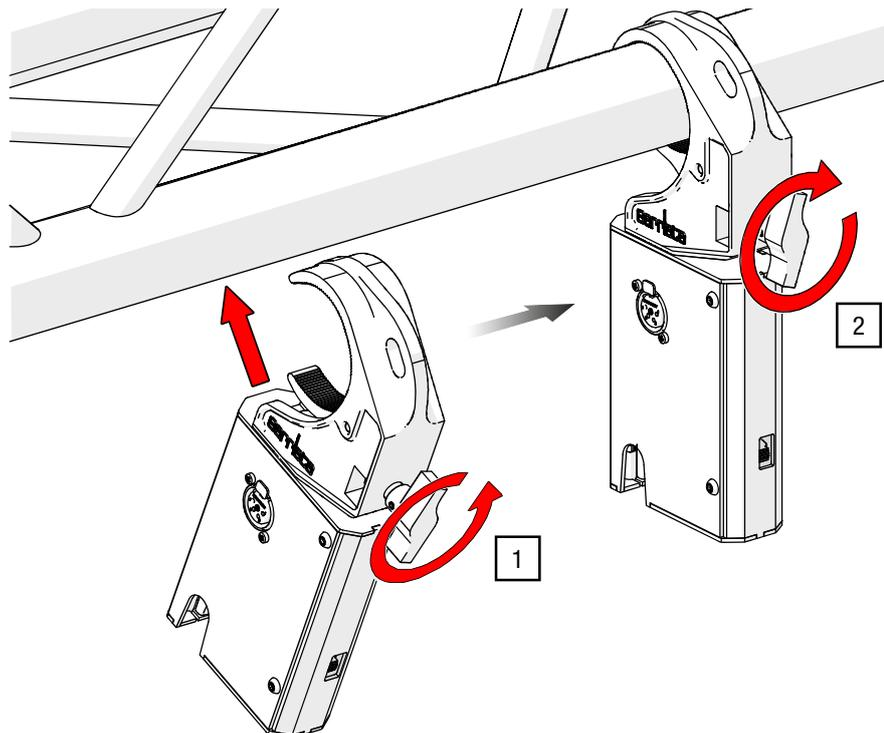

Abb. 19: Auslöseeinheit an Rohr fixieren
1. Drehen Sie den Rohrhaken G-CLAMP mithilfe der Flügelschraube auf, bis er über das Rohr des bauseitigen Tragwerks passt (siehe Abb. 19).
1. Drehen Sie den Rohrhaken G-CLAMP der Steuerung 50-1 mithilfe der Flügelschraube so weit auf, bis er über das Rohr des bauseitigen Tragwerks passt (Schritte entsprechen der Montage der Auslöseeinheit siehe Abb. 19).
2. Positionieren Sie die Steuerung 50-1 auf dem Rohr und drehen Sie die Flügelschraube handfest zu (Schritte entsprechen der Montage der Auslöseeinheit siehe Abb. 19).